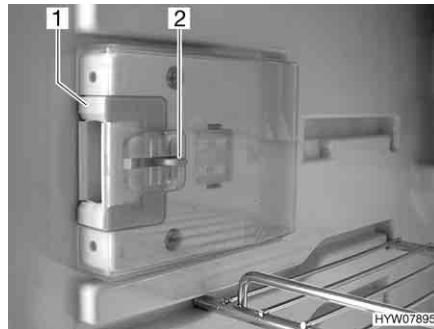
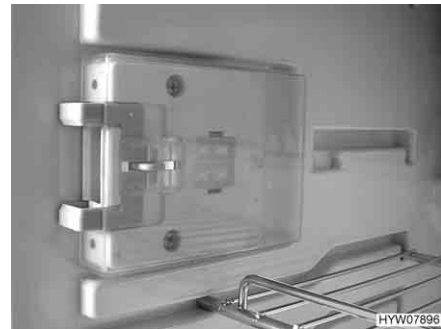

Fig. 166 Dispositif de fermeture en position normale
Fig. 167 Dispositif de fermeture en position de ventilation
- Presser le bouton de déverrouillage (Fig. 166,2).
- Pousser le dispositif de fermeture (Fig. 166,1) vers l'avant (Fig. 167).